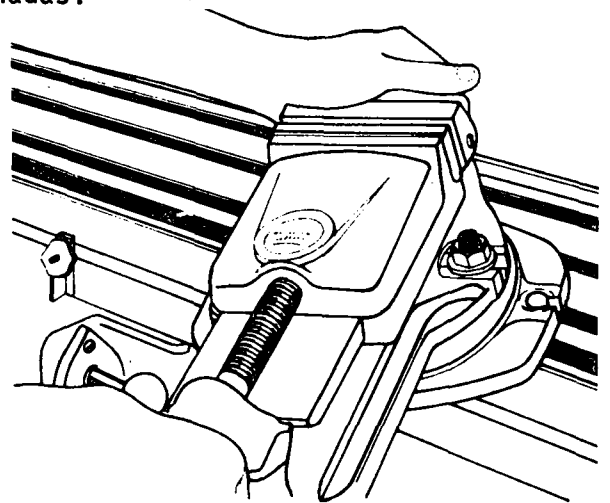

Fig. 2
- b Apoie-a suavemente sobre a mesa (fig. 2).